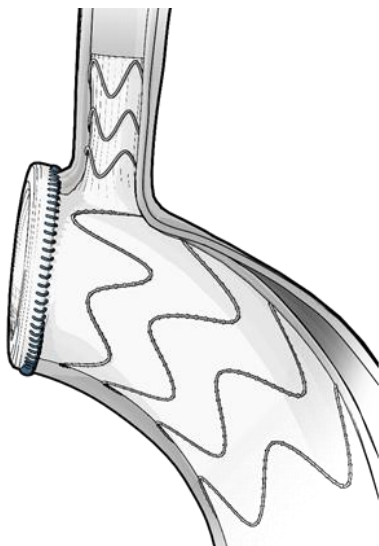

Figura 14. Anastomosi distale dell'impianto Arcevo™ LSA mediante sutura del colletto all'aorta toracica
11.5.1 Dopo che il sistema di rilascio Arcevo™ LSA è stato rimosso, il colletto deve essere suturato all'aorta nativa. Completare l'anastomosi del colletto Arcevo™ LSA all'aorta sezionata con una sutura chirurgica sterile e tecniche chirurgiche standard (**Figura 14**).